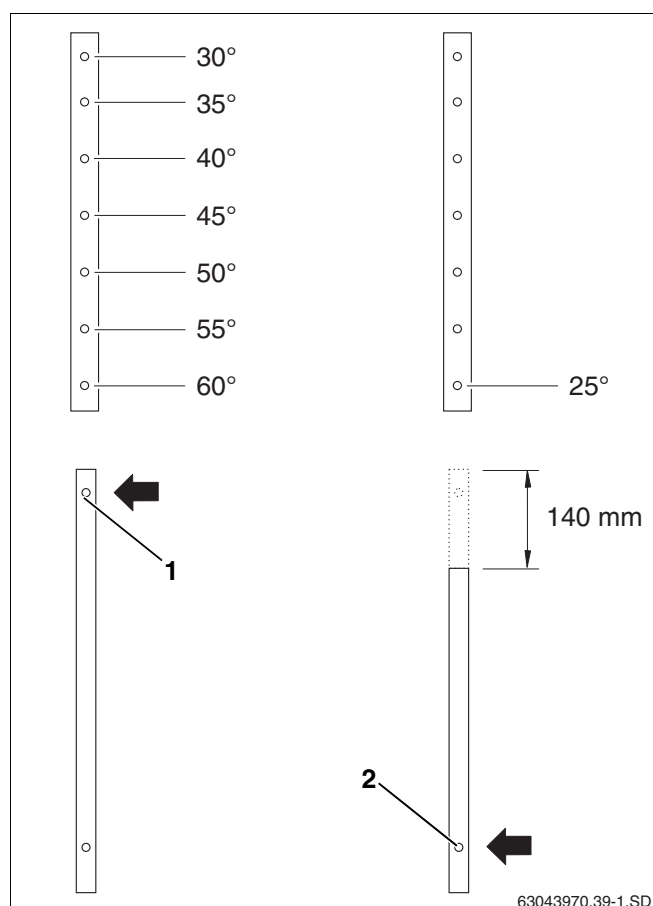
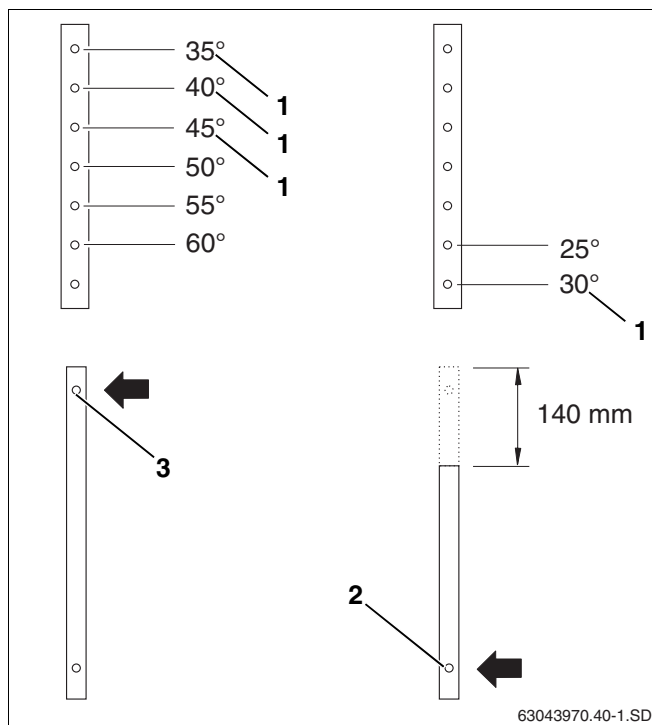

Fig. 12 Regular o ângulo de inclinação para colectores verticais
Fig. 13 Regular o ângulo de inclinação para colectores horizontais
- ▶ Seleccionar os furos das calhas telescópicas superiores e inferiores de acordo com a fig. 12 e fig. 13.
Na instalação vertical de colectores com um ângulo de inclinação de 30° a 60°, utilize o último furo em cima da calha telescópica inferior (fig. 12, **item 1**).
Para um ângulo de inclinação de 25°, deve encurtar a parte superior da calha inferior em 140 mm e utilizar o último furo em baixo (fig. 12, **item 2**).
Na instalação horizontal de colectores com um ângulo de inclinação de 35° a 60°, utilize o último furo em cima da calha telescópica inferior (fig. 13, **item 3**).
Para um ângulo de inclinação de 25° e 30°, deve encurtar a parte superior da calha inferior em 140 mm e utilizar o último furo em baixo (fig. 13, **item 2**).
- ▶ Na instalação em fachadas, apenas se podem utilizar as posições para os ângulos de inclinação dos colectores de 30°, 35°, 40° e 45° (fig. 13, **item 1**).